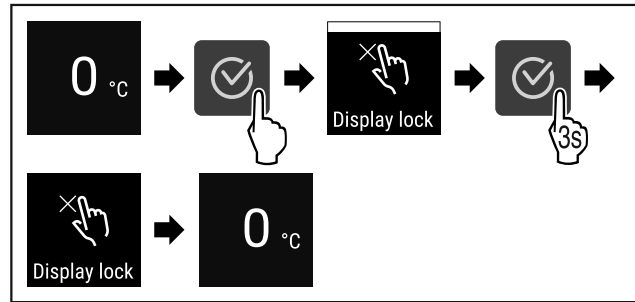

Fig. 68
- ▶ Efectuați pașii de acțiune (vezi Fig. 68).